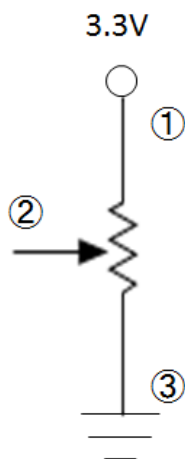

図 6.2 可変抵抗への接続
この可変抵抗に図 6.2 のように配線を行ったとすると、②の電圧は③に繋がっている GND に対して 0V~3.3V の値になり、レバーの廻した量に応じて②の電圧が変化する。